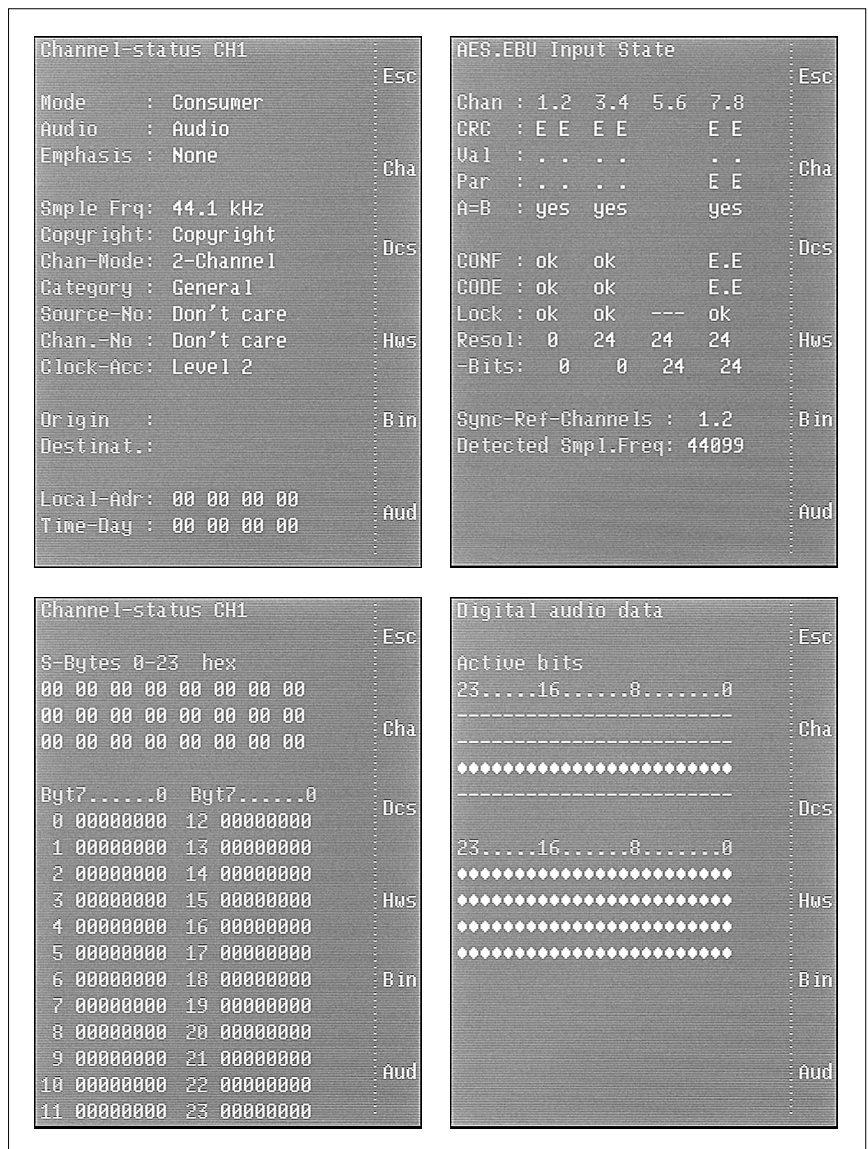

bild D 4-14: Die verschiedenen Anzeigarten des AES/EBU-Statusmonitor
- **Dcs** (siehe Bild D 4-14, oben links)
- **Hws** (siehe Bild D 4-14, oben rechts)
- **Bin** (siehe Bild D 4-14, unten links)
- **Aud** (siehe Bild D 4-14, unten rechts)